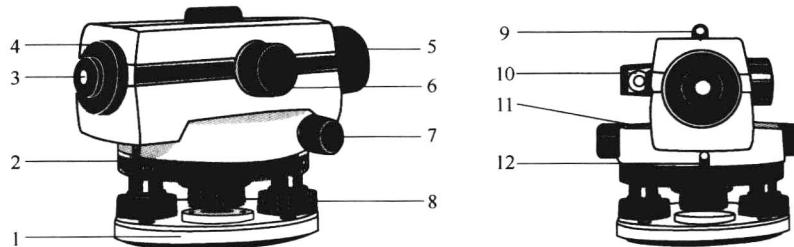

图 4-1 DS32 自动安平水准仪的外部结构
- (1) 熟悉自动安平水准仪各部件的名称及作用。图 4-1 为 DS32 自动安平水准仪的外部结构。